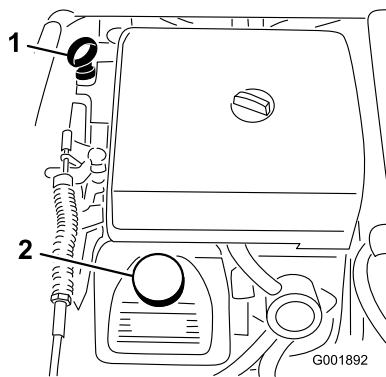

Bild 50
2. Nehmen Sie den Peilstab heraus und wischen Sie ihn mit einem sauberen Lappen ab (Bild 50). Stecken Sie den Peilstab in das Rohr und stellen Sie sicher, dass er vollständig eingeführt ist. Nehmen Sie den Peilstab heraus und prüfen Sie den Ölstand.
3. Wenn der Ölstand niedrig ist, nehmen Sie den Deckel des Einfüllstutzens von der Ventilabdeckung ab (Bild 50) und füllen Sie Öl auf, bis der Ölstand die Vollmarke am Peilstab erreicht. Gießen Sie Öl langsam ein und prüfen Sie den Ölstand häufig während des Füllens. Füllen Sie nicht zu viel ein.
8. Gießen Sie ungefähr 80 % der angegebenen Ölmenge langsam in den Öleinfüllstutzen (Bild 50).